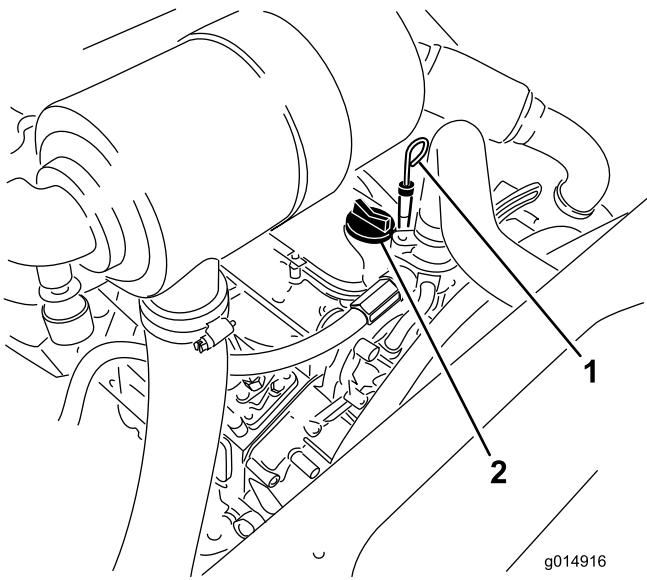

Figure 35
3. Retirez la jauge, essuyez-la sur un chiffon et remettez-la en place (Figure 35).
- 5. Si le niveau n'atteint pas le repère maximum, enlevez le bouchon de remplissage (Figure 35) et faites l'appoint jusqu'à ce que le niveau correct soit atteint.